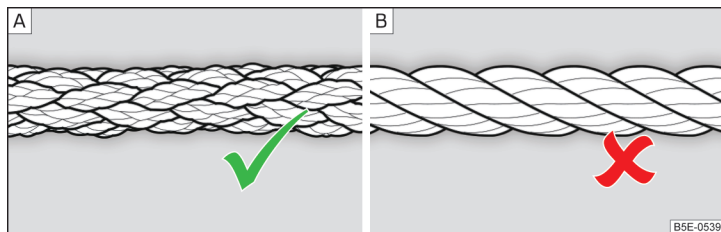

Fig. 117 Flettet slæbetov / Viklet slæbetov
I forbindelse med bugsering skal du anvende et flettet slæbetov » Fig. 117 – A.
- I forbindelse med bugsering må du ikke anvende et viklet slæbetov » Fig. 117 – B, slæbeøj kan blive skruet ud af bilen – fare for ulykke.